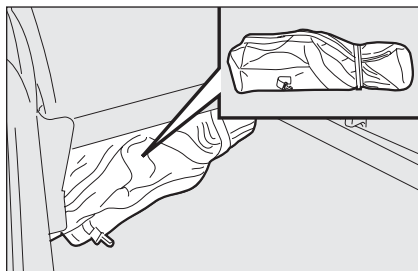
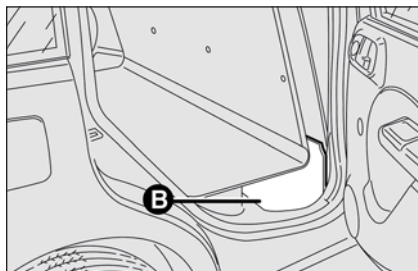

fig. 3
fig. 4
- ☐ prelevare la borsa degli attrezzi **fig. 3** posizionata sotto il sedile lato guida (versione 4 posti) oppure posizionata tra parete divisoria e sedile passeggero **fig. 4** (versione 2 posti, accessibile dalla porta posteriore destra) e portarla accanto alla ruota da sostituire;